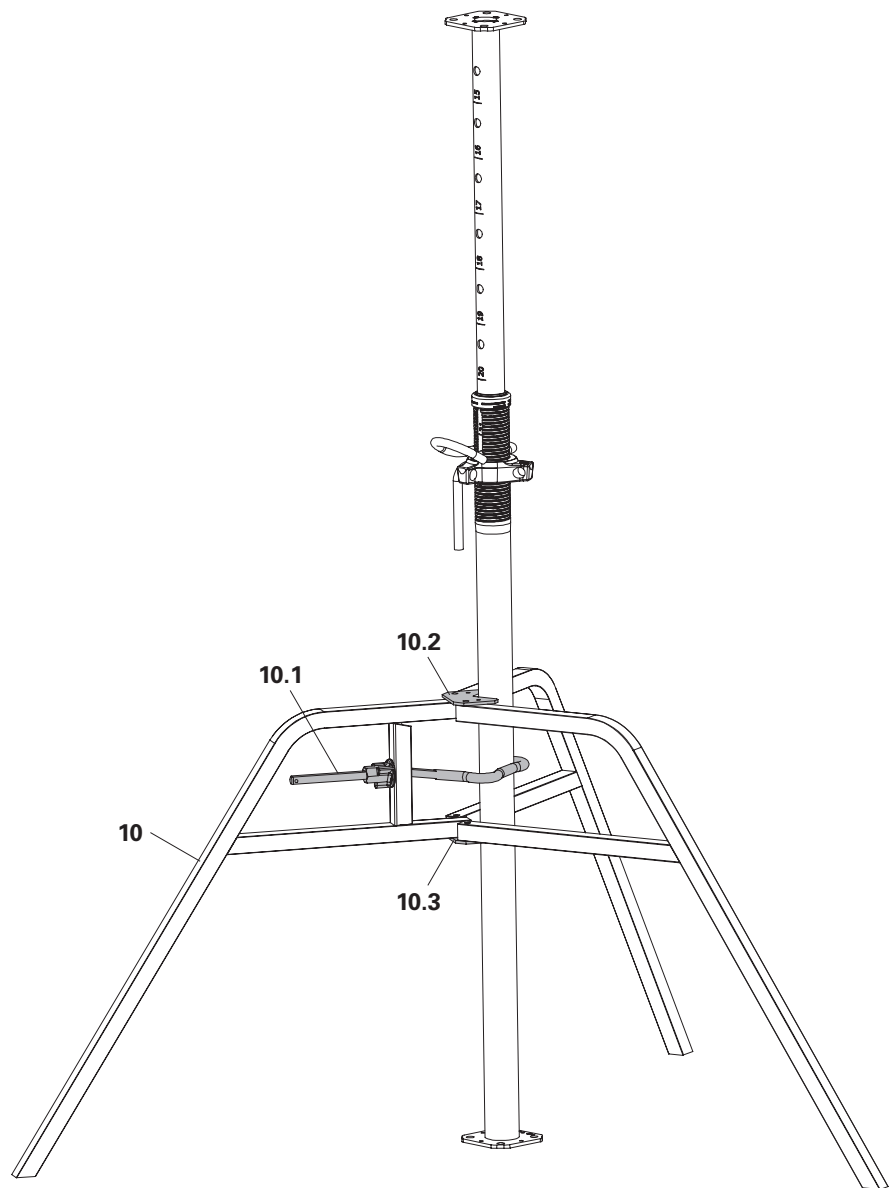

Fig. A1.04
1. Appoggiare il puntello per solai pre-assemblato al treppiede universale Ø57-120 mm (**10**). (Fig. A1.04)